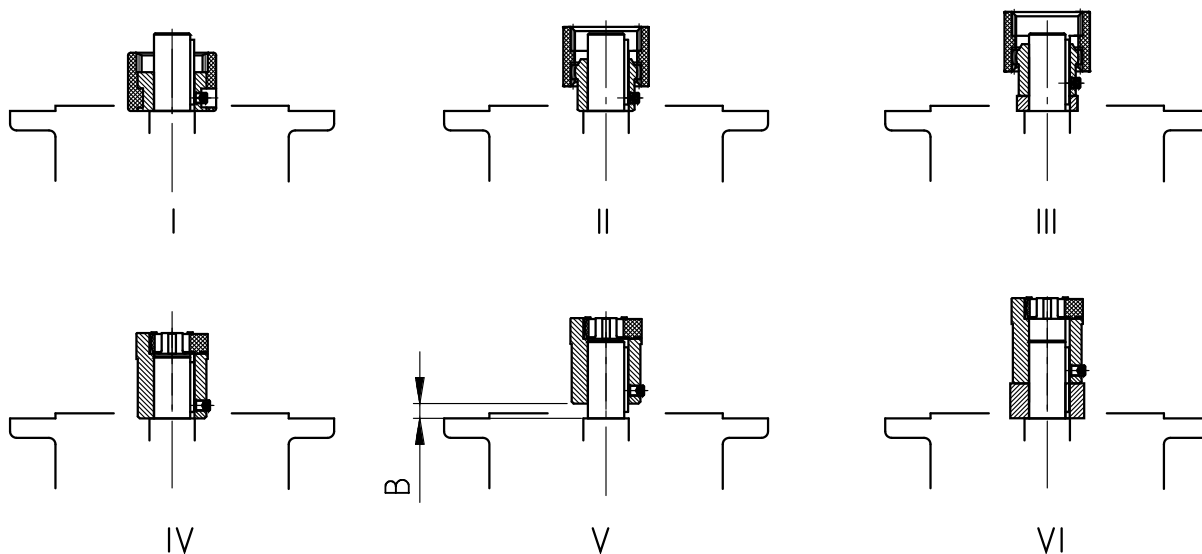

Fig. 15: Montering av koblingen på motorakselen ved forskjellige koblingskonstruksjoner
3. Plasser koblingshalvdelen på motorakselen slik at motorpassfjæren griper inn i sporet på koblingshalvdelen. Trekk i koblingshalvdelen i henhold til instruksjonene fra motorprodusenten. For standard tannhjulsgir må du være oppmerksom på målet B mellom koblingshalvdelen og kragen (se "Fig. 15"). Med enkelte **NEMA adaptere** stiller du inn posisjonen til koblingen i henhold til informasjonen på det vedlagte klistremerket.
4. Monter den medfølgende passfjæren (se "Fig. 15: Montering av koblingen på motorakselen ved forskjellige koblingskonstruksjoner").
8. Monter motoren på adapteren. Monter samtidig den medfølgende tannkransen eller tannhylsen (se N360TC Fig. 15:Montering av koblingen på motorakselen ved forskjellige koblingskonstruksjoner). For adapteren AN360TC og AN400TC festes først adapterflensen til motoren og deretter skrues motoren på adapteren.